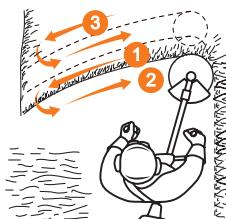

Рис. 16
- Для кошения густой высокой травы перемещайте режущую часть медленно и осторожно. Скашивание травы производите на максимальных оборотах двигателя справа налево, возвращайте катушку по уже склоненной траектории (Рис. 16).